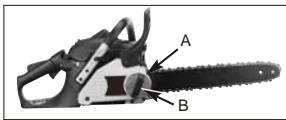

Рисунок 4
1. Для увеличения натяжения пильной цепи поворачивайте кольцо регулировки натяжения цепи (А) ПО ЧАСОВОЙ СТРЕЛКЕ, направив переднюю часть направляющей шины вверх. Чтобы ослабить натяжение цепи поворачивайте кольцо регулировки натяжения цепи (А) ПРОТИВ ЧАСОВОЙ СТРЕЛКИ. Убедитесь, что цепь плотно облегает шину по всей ее длине (рис. 4).
2. После регулировки натяжения цепи, продолжая удерживать переднюю часть шины в крайнем верхнем положении, туго затяните стопорную рукоятку шины (В). Цепь считается правильно натянутой, если она плотно облегает шину по всей ее длине и протягивается вручную (руки должны быть в перчатках) (рис. 4).